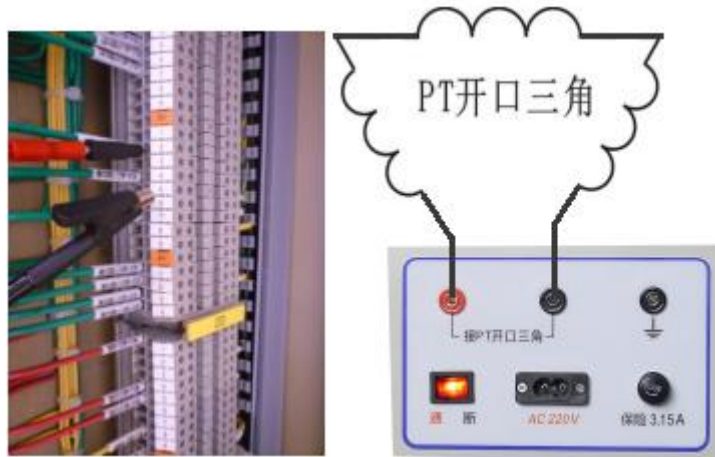

图 13 测量接线图
2. 按图 13 接线，将测试仪的电流输出端与 PT 开口三角端连接，对于 4PT 接线方式的系统，则将仪器的电流输出端与图 5 或图 6 中所示的 N-L 端相连即可。